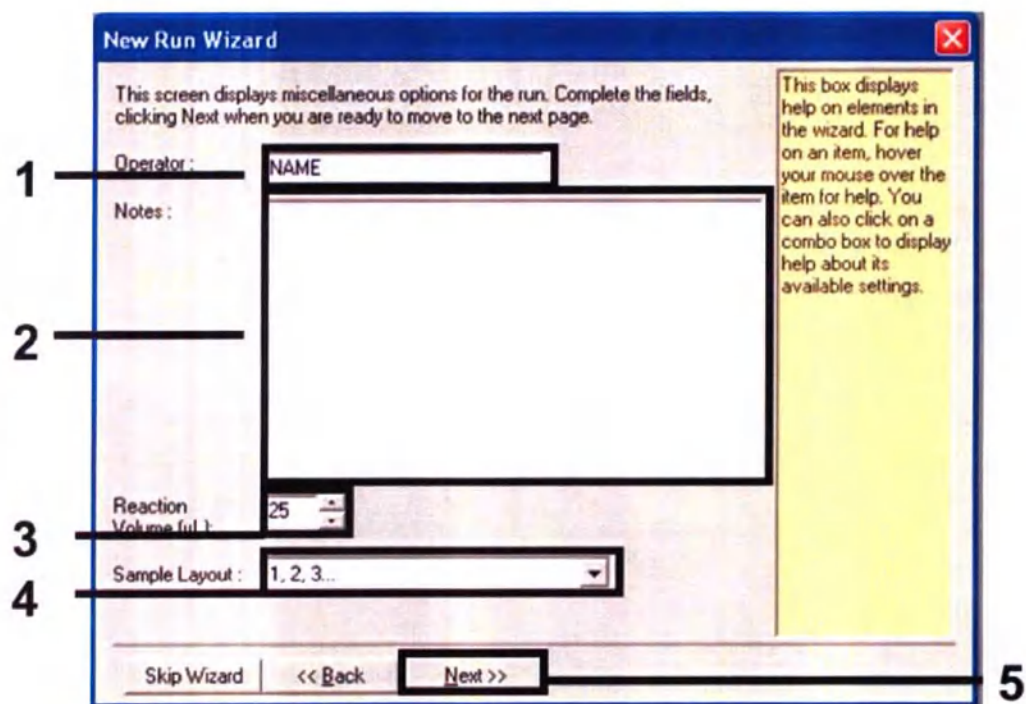

Рисунок 2. Ввод имени оператора и объема реакции.
4. Введите имя оператора. Добавьте примечания и задайте объем реакции, равный 25. Убедитесь, что на схеме образцов появились цифры "1, 2, 3...". Нажмите "Далее" (см. Рис.2).